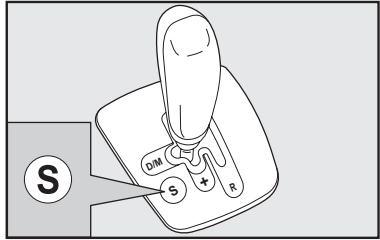

fig. 5
A inserção da função Sport é feita por meio do botão (S) **fig. 5**, localizado ao lado da alavanca de controle do sistema Dualogic®. Após ter ativado tal função, o display **fig. 6** ou **fig. 7** irá exibir a marcha inserida e o caractere **S**. Com a função SPORT ativa no modo automático, o sistema irá gerenciar as mudanças de marchas em função de um modo de condução mais esportivo. Se, no entanto, a função SPORT for selecionada no modo manual, o efeito produzido será uma variação na velocidade com que o sistema aceita as trocas de marchas.